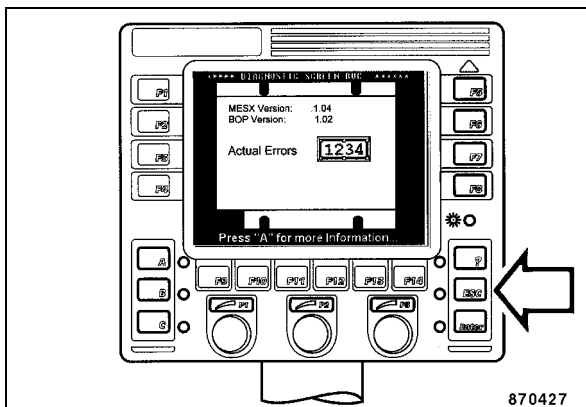

Fig. 199
- Con la tecla "ESC" (Fig. 199) se abandona la página de la pantalla con los códigos de error actuales.